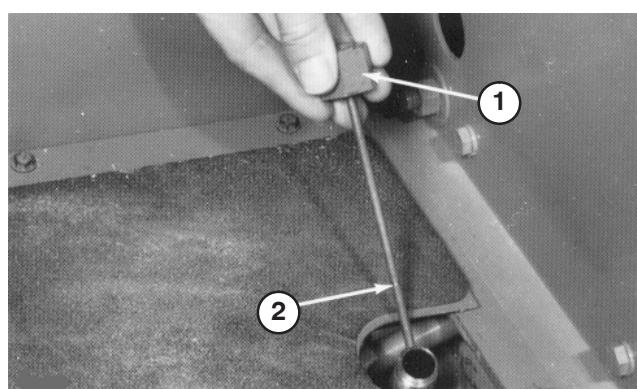

Figure 26
2. Dévissez le bouchon-jauge (Fig. 26) du goulot de remplissage et essuyez la jauge sur un chiffon propre. Vissez le bouchon-jauge à la main dans le goulot de remplissage. Sortez de nouveau la jauge et vérifiez le niveau d'huile. Si le niveau est à plus de 13 mm de la rainure sur la jauge (Fig. 26), versez une quantité d'huile suffisante pour faire monter le niveau jusqu'à la rainure. **Ne remplissez pas excessivement**. Le niveau ne doit pas monter à plus de 13 mm au-dessus de la rainure.